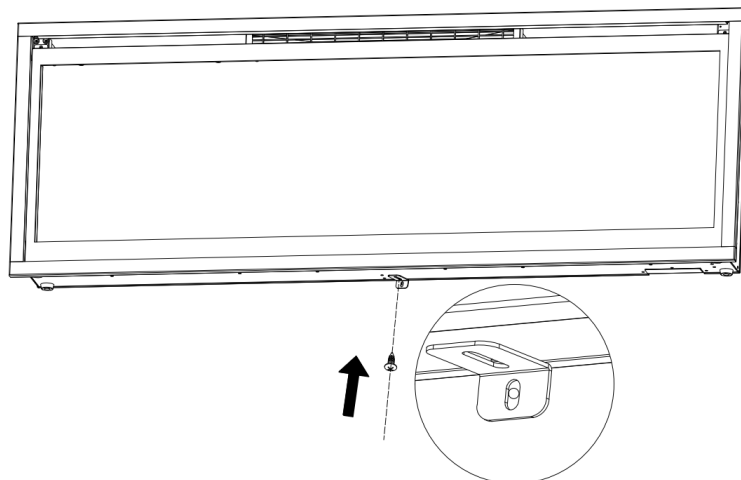

Fig 3-2
F. A l'aide de la vis retirée à l'étape 1, fixez la pince métallique en L (H) sur la partie inférieure de la boîte à feu (Fig 3-2).